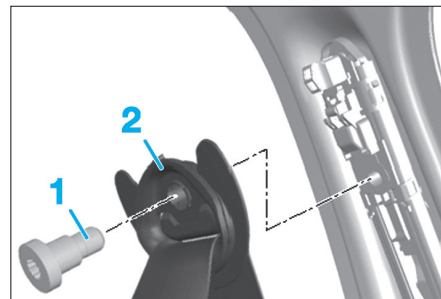

FIG. 14
- Déposer la vis (1) et retirer la ferrure d'inversion (2) du dispositif de réglage en hauteur de la ceinture (Fig.14).